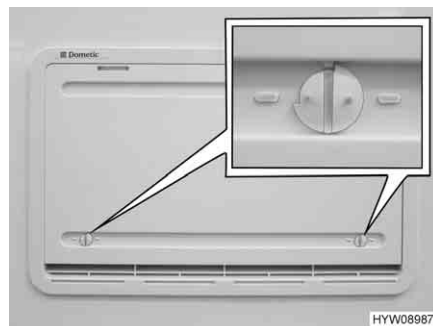

Bild 175 Winterabdeckung
Wenn der Kühlschrank bei niedrigen Außentemperaturen betrieben werden soll, empfiehlt der Hersteller die Verwendung einer Winterabdeckung (Bild 175) für die Kühlschrank-Lüftungsgitter.
- Beide Verriegelungen (Bild 175) öffnen (Nut steht waagrecht).